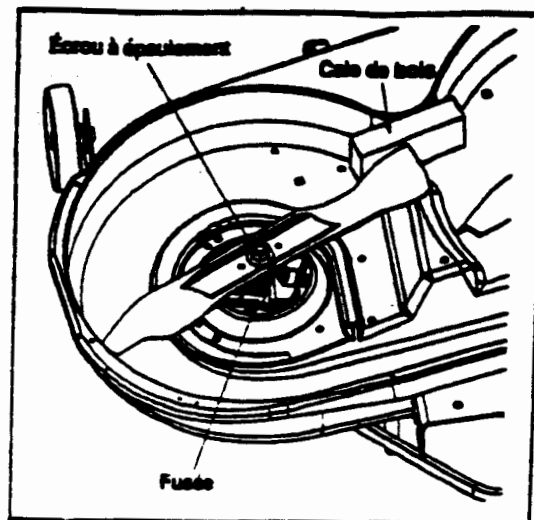

Figure 16
- Utilisez une clé de 1 1/8 po. Pour retirer l'écrou à bride à six (6) pans qui maintient la lame. Voir figure 16.